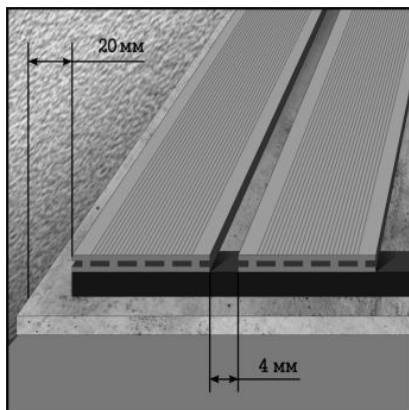
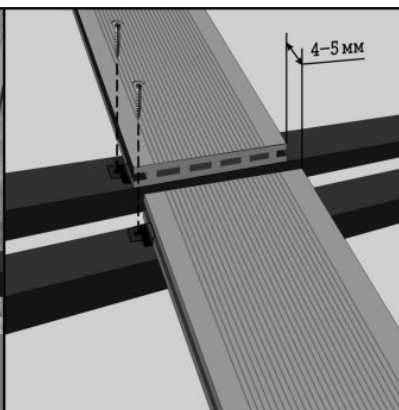

Рисунок 6
Рисунок 7
- Учитывайте линейное расширение композитной доски (и лаги) – 2 мм на 1 погонный метр доски. Оставляйте компенсационные зазоры между торцами досок – минимум 4-5мм (рис.6, рис.7) для возможности линейного расширения материала;